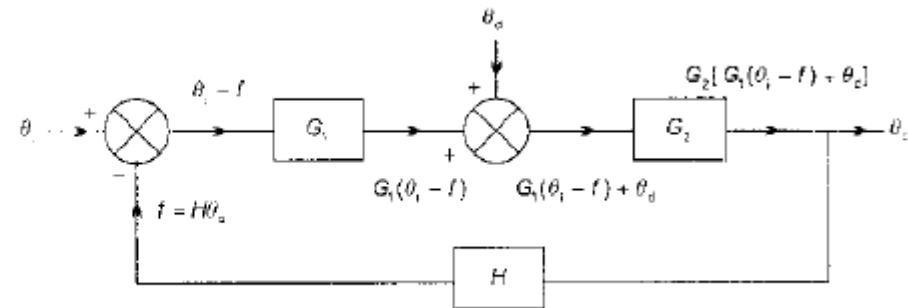

Figura 1.35 Sistema de control en lazo cerrado con una perturbación
- La figura 1.35 muestra un sistema en lazo cerrado y la perturbación se presenta entre los dos elementos de la trayectoria directa.